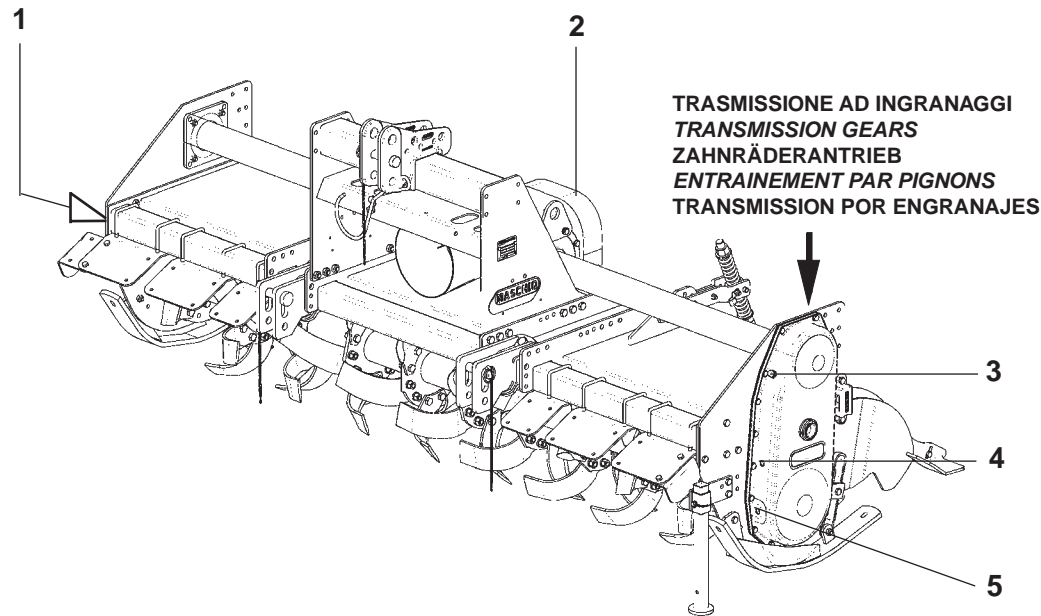

Fig. 33
- (4 Fig. 33).
- 33) *et par le bouchon de vidange de la transmission (4 Fig. 33).*